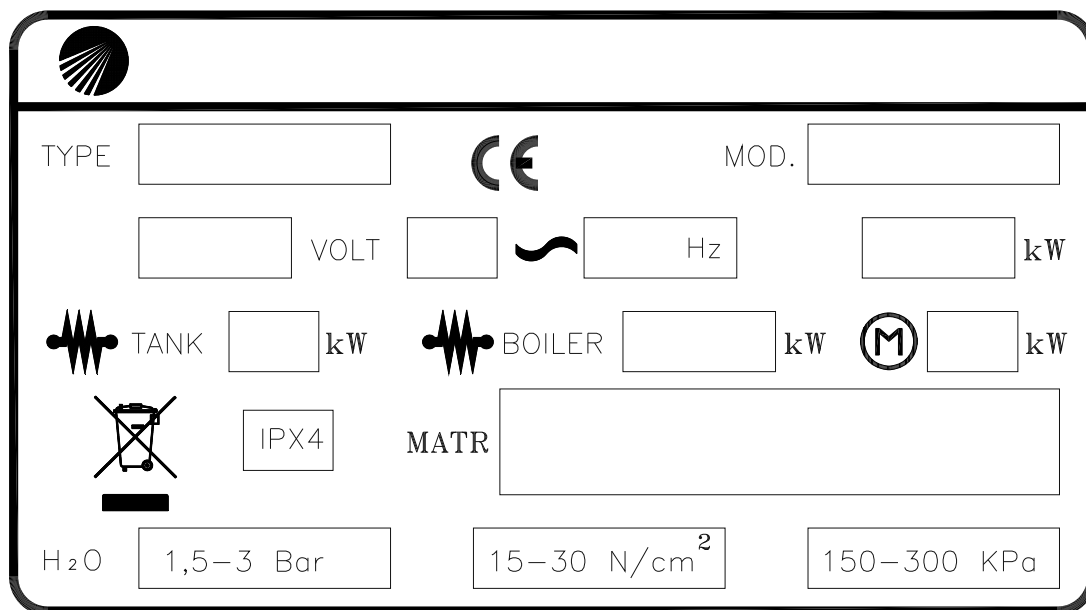

Fig. 1-1
- La targhetta caratteristiche (Fig. 1-1) si trova sul fianco dx della macchina. Essa contiene tutti i dati necessari per l'installazione.
- The specifications tag (Fig. 1-1) is placed on the right-hand panel of the machine. It contains all the necessary data to install the appliance.
- Das Maschinenschild (Bild. 1-1) befindet sich an der Rechtseite des Gerätes. Es enthält alle für die Aufstellung notwendigen Daten.
- La plaquette (Fig. 1-1) comportant les caractéristiques de l'appareil est placée sur le côté droit. Elle indique toutes les données nécessaires à la mise en place de la machine.
- La placa de características (Fig. 1-1) está ubicada en el flanco derecho de la máquina. Contiene todos los datos necesarios para la instalación.
- A etiqueta com os dados técnicos (Fig. 1-1) está localizada na lateral direita da maquina. Tal etiqueta contém todos os dados necessários para a instalação.